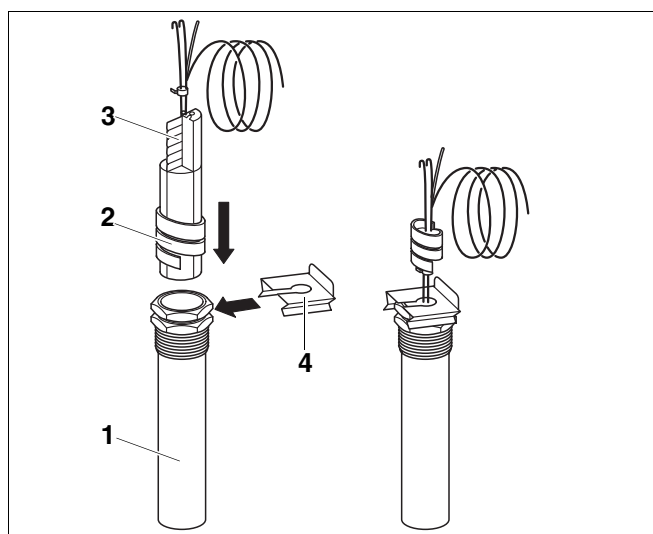

Fig. 19 Følerlomme og temperaturføler
- Stik temperaturføleren i følerlommen (fig. 19, **pos. 1**) indtil anslag. Kunststofspiralen (fig. 19, **pos. 2**) trykkes automatisk tilbage. Udligningsfjederen (fig. 19, **pos. 3**) skal skubbes med ind i følerlommen (fig. 19, **pos. 1**).
- Tryk følersikringen (fig. 19, **pos. 4**) (leveringsomfang, instrumentpanel) på følerlommehovedet fra siden eller ovenfra (se pilene).